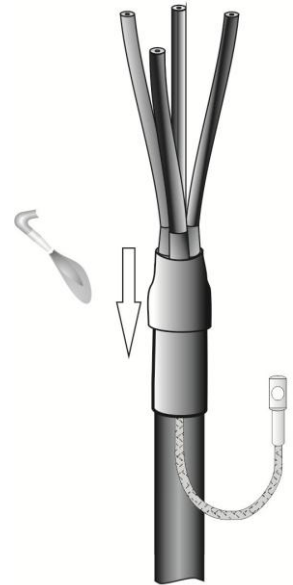

Рис.6
6. Прогреть пламенем газовой горелки жилы кабеля и оболочку до температуры 50-60°C, сблизить жилы кабеля и одеть термоусаживаемую перчатку так, чтобы каждая жила попала в отверстие соответствующего "пальца". Продвинуть перчатку как можно ближе к корешку разделки кабеля. Усадить перчатку, начиная от "пальцев", сначала на жилы, а затем к "юбке" перчатки. После усадки перчатка должна плотно облегать манжету и трубки на жилах кабеля. По периметру "юбки" и "пальцев" перчатки должен быть заметен выступивший расплавленный клей (Рис.6).